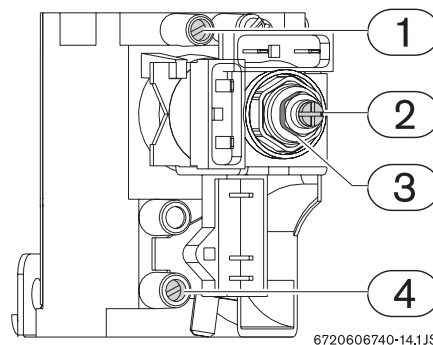

Fig. 14 Pontos de medição de pressão
- ▶ Utilizando a porca de ajuste (Fig. 14, pos. 3) regular a pressão até atingir os valores indicados na tabela 9.
- ▶ Utilizando o parafuso de ajuste (Fig. 14, pos. 2) regular a pressão até atingir os valores indicados na tabela 9.